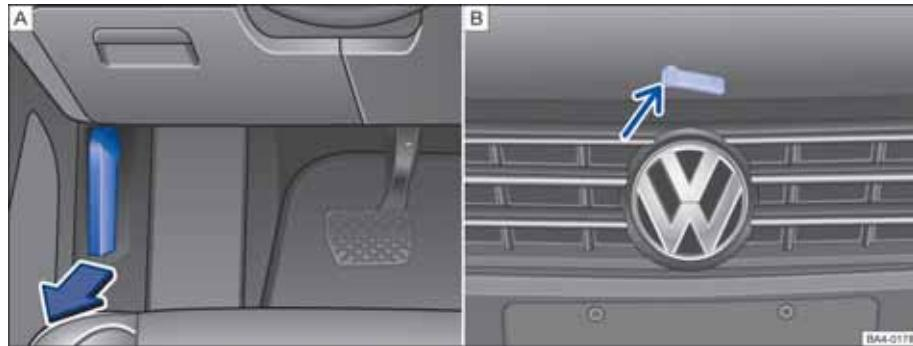

图 197 驾驶员侧脚部空间和散热器格栅局部视图：解锁并打开发动机舱盖
- 沿图示箭头方向拉动开启手柄  $\Rightarrow$  图 197，舱盖在弹簧机构的作用下弹开稍许。
- 沿箭头上提开启拉手，抬起发动机舱盖并将其打开。 $\Rightarrow$  图 197  $\Rightarrow$